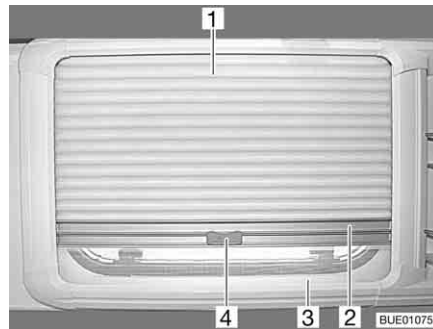

Bild 52 Ausstellfenster
- Faltverdunklung (Bild 52,1) in der Mitte der Griffleiste (Bild 52,2) fassen, von oben nach unten ziehen und auf der gewünschten Höhe loslassen. Die Faltverdunklung bleibt in dieser Höhe stehen.
- Insektenschutzrollo (Bild 52,3) am Griff (Bild 52,4) nach oben ziehen, bis es an der Faltverdunklung (Bild 52,1) anstößt.
- Griff (Bild 52,4) am Insektenschutzrollo kippen.